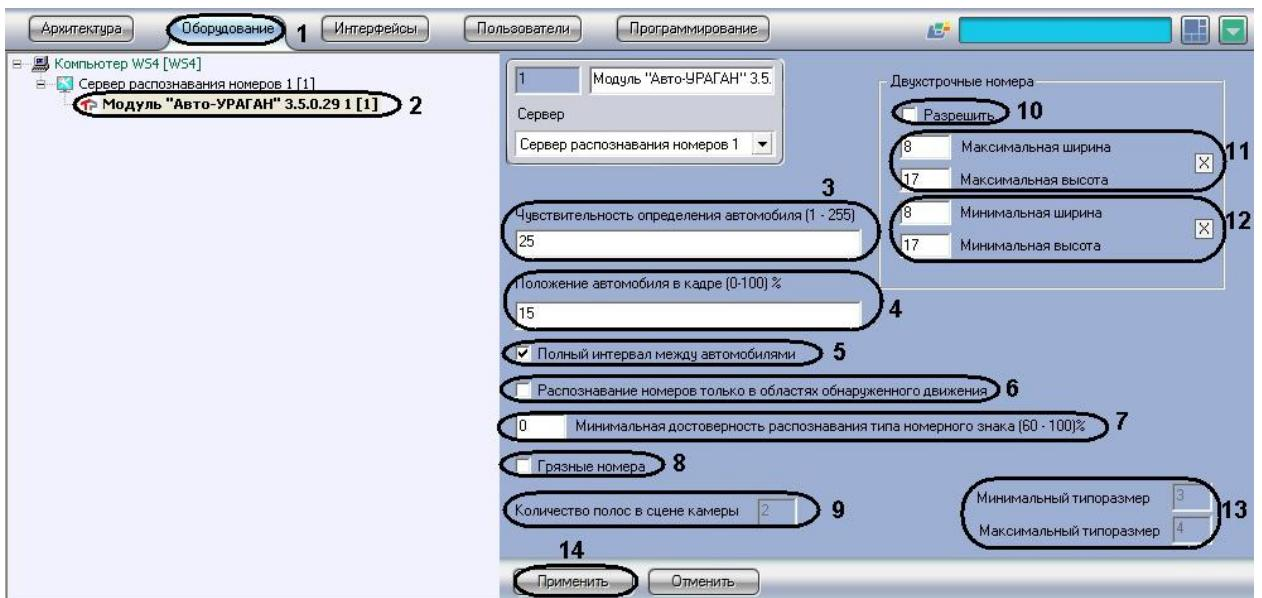

Рис. 7.2—3. Настройка программного модуля «Авто-УРАГАН 3.5.0.29»
1. В диалоговом окне «Настройка системы» перейти на вкладку «Оборудование» (Рис. 7.2—3, 1).
2. В дереве объектов на вкладке «Оборудование» выбрать объект «Модуль „Авто-УРАГАН 3.5.0.29“», соответствующий настраиваемому программному модулю «Авто-УРАГАН 3.5.0.29» (Рис. 7.2—3, 2). В правой части вкладки «Оборудование» отобразится панель настройки выбранного объекта.
3. В поле «Чувствительность определения автомобиля (1-255)» ввести значение чувствительности, которая характеризует чувствительность детектора движения к контрастности видеоизображения (см. Рис. 7.2—3, 3). При распознавании модуль "Авто-УРАГАН 3.5.0.29" определяет также габариты ТС. Чем ниже значение параметра, тем чувствительнее детектор. Значение параметра «Чувствительность определения автомобиля» подбирается путем тестирования детектора на ложные срабатывания.
4. В поле «Положение автомобиля в кадре (0-100) %» ввести значение в процентах, отражающее положение автомобиля в выдаваемом кадре (см. Рис. 7.2—3, 4). Данная настройка актуальна только для автомобилей, номера которых не были определены. Если номер не был распознан, модуль выдает в качестве результата кадр, находящийся на заданном расстоянии от кадра с первым появлением автомобиля.